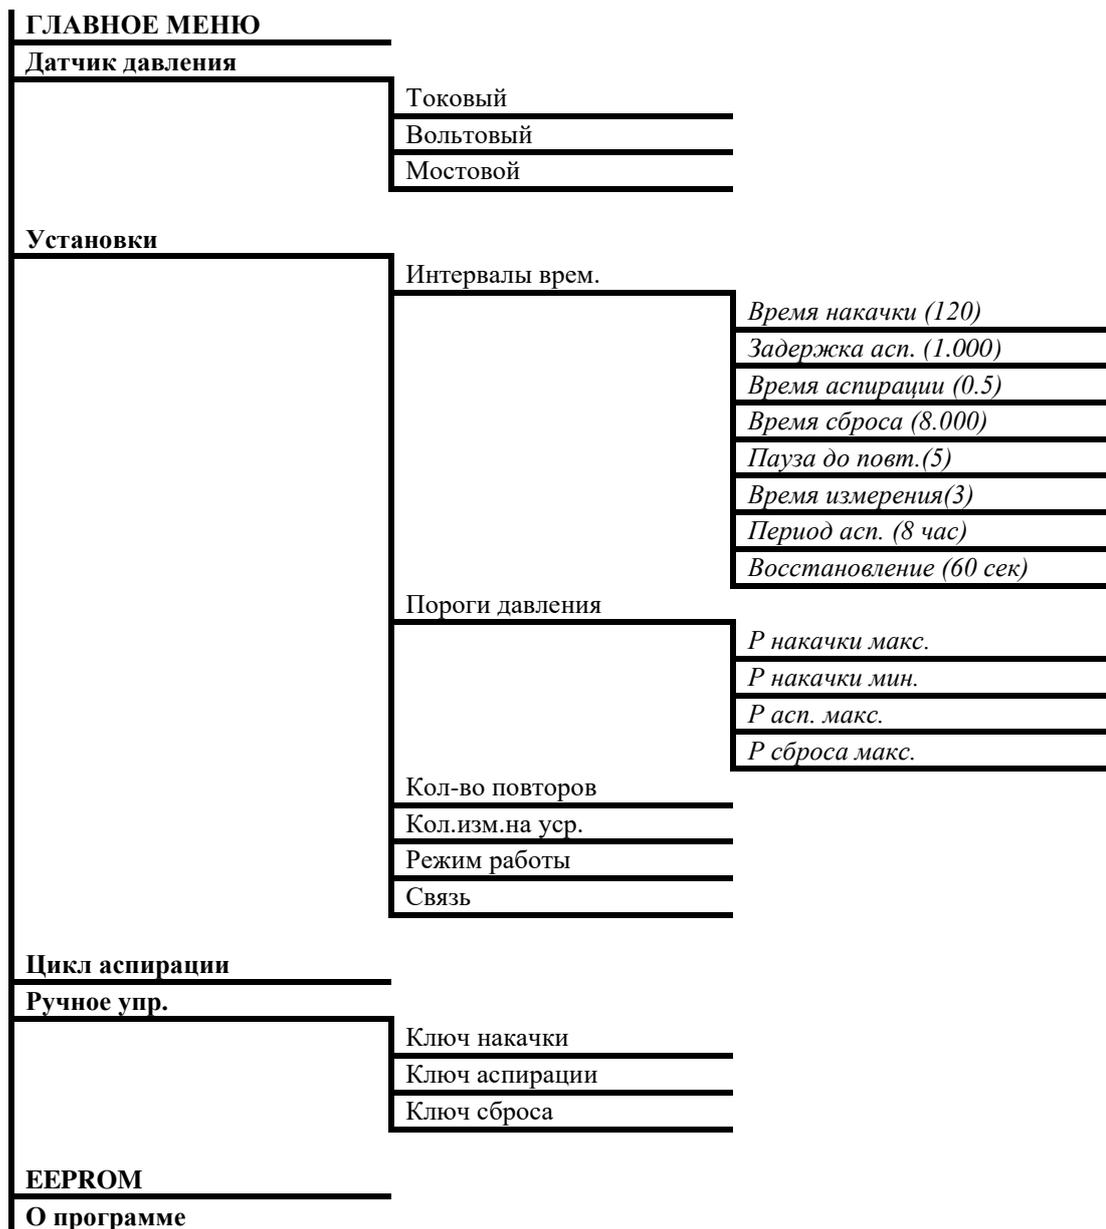

Рис. 26 — Структура меню контроллера модуля аспирации МА01
6.4. Сервисное меню контроллера модуля аспирации МА-01 (см.Рис. 26).